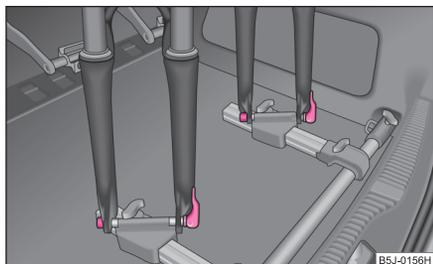

Abb. 67 Fahrrad einsetzen
- Die Fahrradgabel auf die Befestigungsgachse aufsetzen und mit dem Schnellspanner festziehen ⇒ Seite 67, Abb. 67.